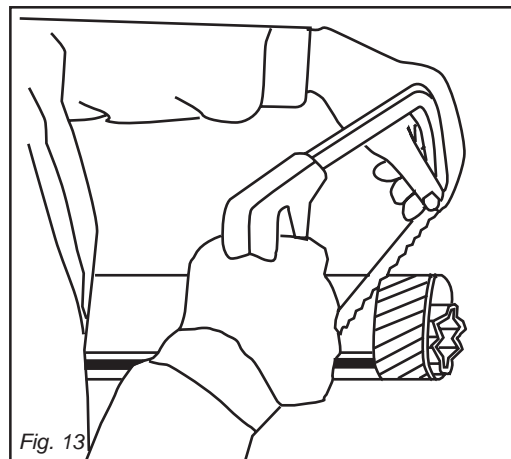
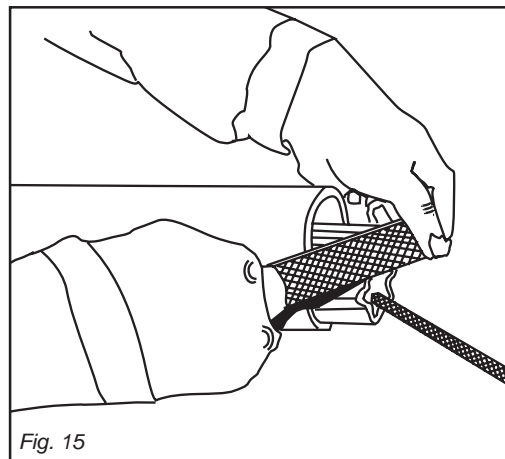
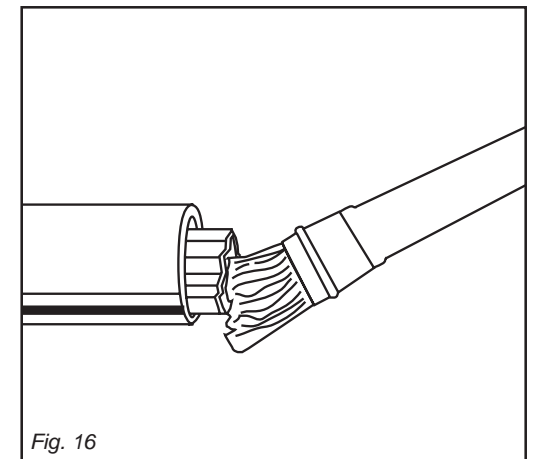

Fig. 13
Fig. 15
Fig. 16
- Accorciare i tubi scorrevoli di una stessa lunghezza (Fig. 13 e 14), sbavare e pulire (Fig. 15) e ingrassare l'interno del tubo esterno (Fig. 16).
- Shorten the sliding tubes by the same extent (Fig. 13 and 14), deburr and trim (Fig. 15), then grease the inside of the outer tube (Fig. 16).
- Die Gleitrohre um die gleiche Länge (Abb. 13 und 14) kürzen, sie abgraten und reinigen (Abb. 15) und das Innere des Außenrohrs schmieren (Abb. 16).
- Raccourcir les tubes coulissant de la même longueur (Fig. 13 et 14), ébavurer et nettoyer (Fig. 15) puis graisser l'intérieur du tube extérieur (Fig. 16).
- Acortar los tubos corredizos en modo uniforme (Fig. 13 y 14), quitar las rebabas y limpiar (Fig. 15) y engrasar dentro del tubo externo (Fig. 16).